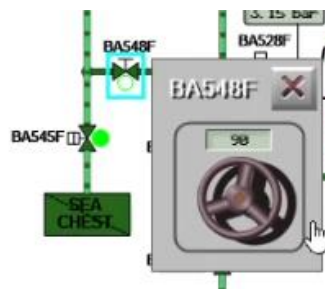

Figura 87- Vàlvula modular
4. En el cas de les vàlvules modulars com són la BA535F i la BA536F per exemple, simplement girarem la maneta fins a aconseguir el percentatge que ens interessa d'obertura. Per obrir girarem en sentit antihorari i per tancar horari (Figura 87).